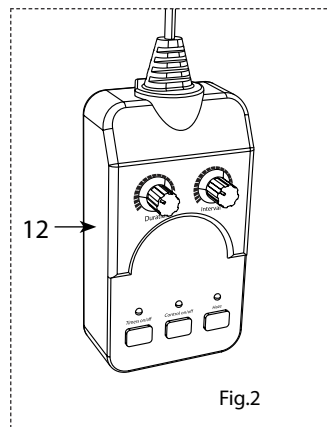

Fig.2
12. CONTROLLO MULTIFUNZIONE (in dotazione, fig.2);